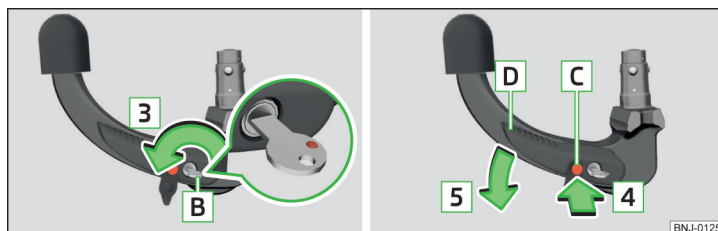

Fig. 244 Deblocarea încuietorii/Apăsarea bolțului de desfacere în interior și apăsarea manetei de operare
- › Rotiți cheia **B** în sensul săgeții **3**, în așa fel încât marcajul roșu al acesteia să indice în sus » fig. 244.